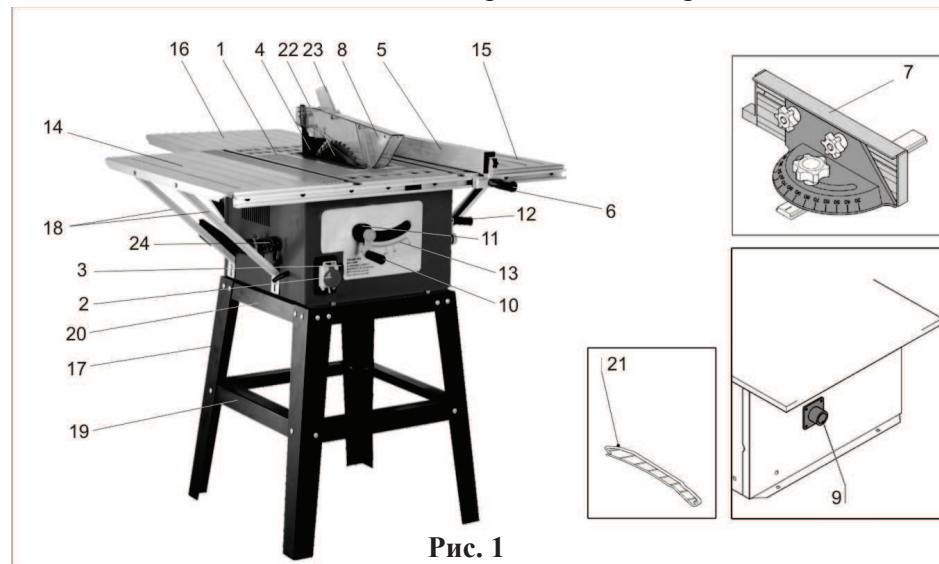

Рис. 1
3.1 Общий вид пилы схематично представлен на рис.1
8. Основные операции (рис.1)
Для предотвращения «обратного удара» на данной пиле применяется расклинивающий нож **4** (рис. 1). Расклинивающий нож является защитным устройством и для обеспечения безопасной работы и должен быть правильно установлен. Расстояние между наружным краем пильного диска и расклинивающим ножом должно составлять от 3 до 5 мм.
7.3 Регулировка угла наклона пильного диска (рис. 1).
7.4 Фиксатор угла наклона пильного диска. (рис. 1).
7.5 Регулировка глубины пропила (рис. 1).
7.6 Параллельный упор (рис. 1)
7.7 Использование упора для косого и поперечного пиления (рис. 1).
7.8 Использование специального упора (рис. 1).
7.9 Отсос опилок (рис. 1).
7.1. Установка рукояток регулировки подъёма пильного диска и установки угла наклона (рис.1)